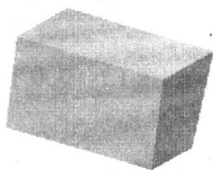

图 1.2 拉伸特征 1
(1) 选择下拉菜单 **文件(F)** → **新建(N)** 命令 (或单击 按钮), 弹出“新建部件文件”对话框。
(2) 在 **文件名(N):** 文本框中输入文件名称 toy_basket。
(3) 设置零件模型的单位为“毫米”, 单击 **OK** 按钮。
Step3. 创建图 1.2 所示的拉伸特征 1 作为零件模型的基础特征。